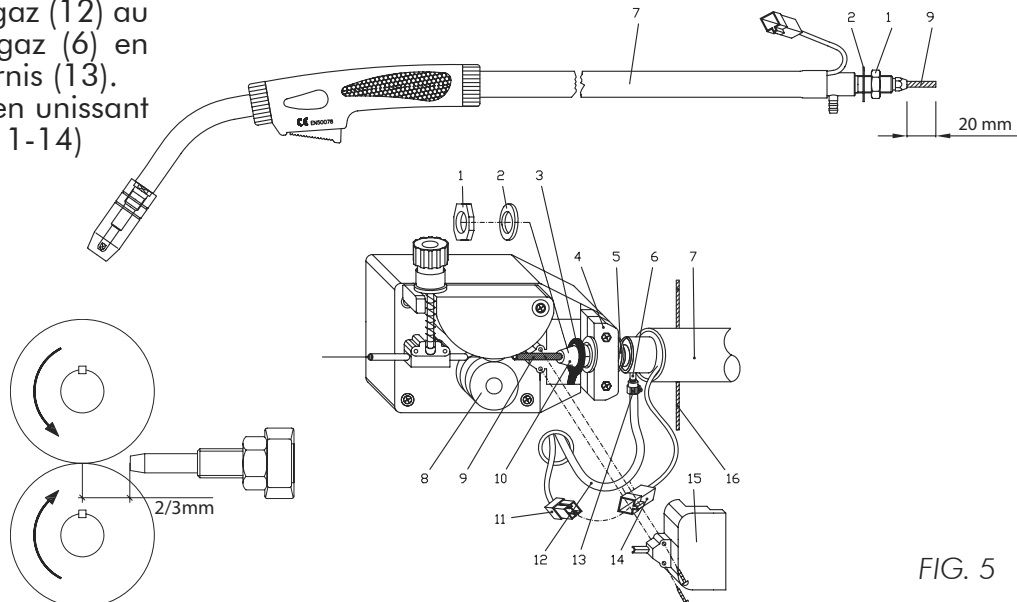

FIG. 5
4.3 INSTRUCTIONS POUR LE RACCORDEMENT DE LA TORCHE A RACCORD DIRECT (FIG.5)
- Avant de raccorder la torche (7) mesurer la longueur du dépassement de la gaine guide-fil (9) à partir de l'écrou en laiton (10). Il ne doit pas dépasser 20 mm, dans le cas contraire, couper la gaine en s'assurant qu'il n'y a pas de bavures risquant d'empêcher l'alimentation du fil.
- Après avoir contrôlé le dépassement de la gaine et l'avoir éventuellement coupée, enlever l'écrou (1) et la rondelle (2) de l'extrémité de la torche (7). Introduire la torche dans le trou placé sur le panneau frontal de la machine, en veillant à brancher simultanément le connecteur (14). Continuer à introduire la torche à travers le collier en laiton (5) dans le support (4).
- Le terminal en anneau (3) doit être introduit à l'extrémité du tuyau, suivi de la rondelle (2). Ensuite visser l'écrou (1) en le serrant avec attention.
- Monter la protection en plastique (15) sur le support (4) en utilisant les deux vis auto-taraudeuses fournies.
- Raccorder le tuyau du gaz (12) au raccord du tuyau du gaz (6) en utilisant les colliers fournis (13).